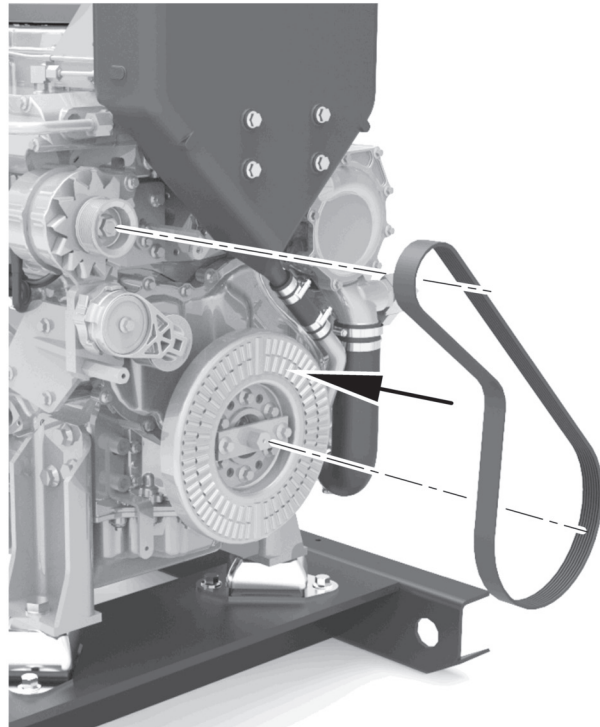

Figura 16
3. Instale la correa nueva correctamente, como se muestra en la figura 16. Compruebe que la correa esté bien asentada en las poleas. Se aplicará la tensión correcta automáticamente al retirar el trinquete.